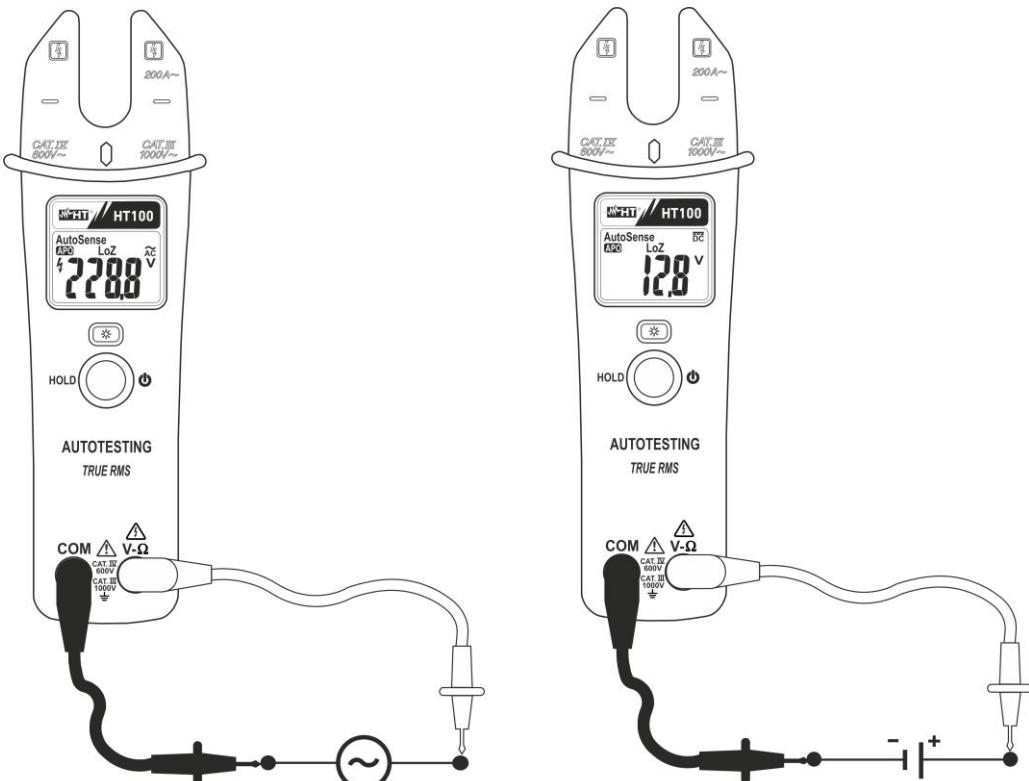

Abb. 3: Verwendung der Zange für AC und DC Gleichspannungsmessung
2. Stellen Sie die Messleitungen in die gewünschten Punkte des zu messenden Kreises (siehe Abb. 3). Der Spannungswert erscheint auf dem Display
4. Das angezeigte “-“ Symbol auf dem Display bedeutet, dass die DC Spannung eine negative Polarität aufweist (siehe Abb.3)